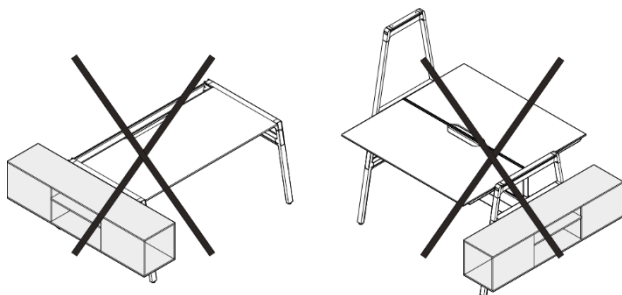

Рис. 25 Боковой ящик, недопустимый монтаж
- Одиное рабочее место (см. Рис. 25, слева).
- На наставной скобе (см. Рис. 25, справа).